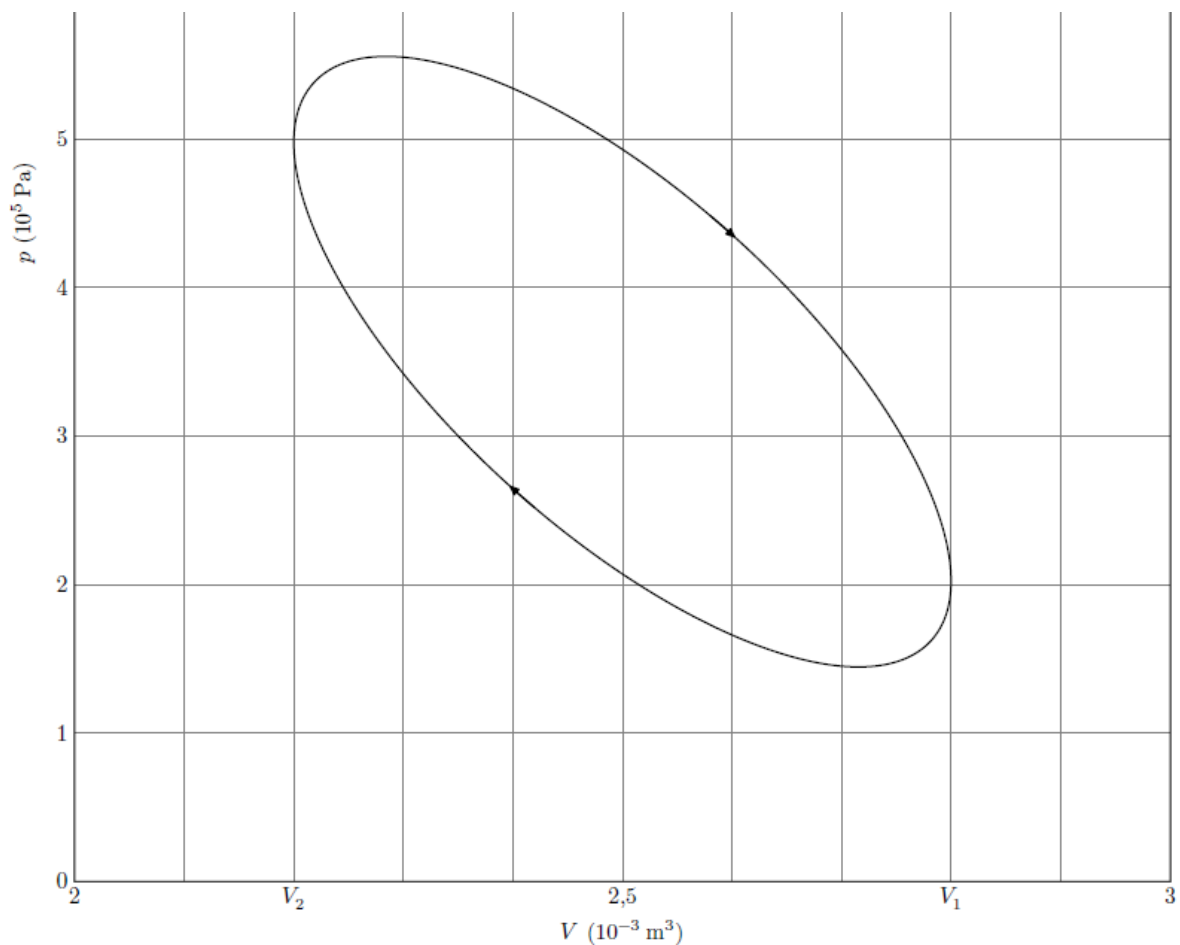

FIGURE 5 – Allure du cycle réel d'un moteur Stirling dans le diagramme (p, V)
- une fois que le piston de travail a atteint le point mort haut, le déplaceur est ramené à droite, ce qui a pour effet de transvaser le fluide de la zone chaude (volume d'expansion) vers la zone froide (volume de compression). Au cours de ce transfert, le fluide cède de la chaleur au refroidisseur. Un cycle réel d'un moteur de Stirling est représenté dans le diagramme (p, V) en figure 5 (voir annexe).
3. Représenter sur la figure 5 l'allure du diagramme correspondant au cycle idéal.